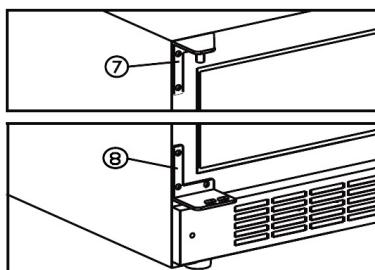

fig. 8.4
- Monter vedlagte venstre top- og bundhængsel (7 + 8). Se fig. 8.4
- Isæt den tidligere afmonterede dørtap (3) i bundhængslet
- Monter døren op i tophængslet (7) og ind på dørtappen (3), fastskru dørtappen (1)